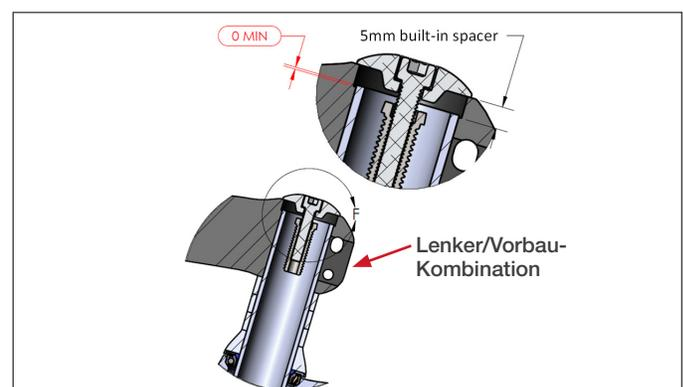

Abb. 3
10. Bei vollständig montierter Lenker-Vorbaueinheit sollte sich der Gabelschaft auf gleicher Höhe oder oberhalb der Stufe des in die Lenker-Vorbaueinheit eingebauten 5 mm Spacers befinden (siehe Abbildung 3).